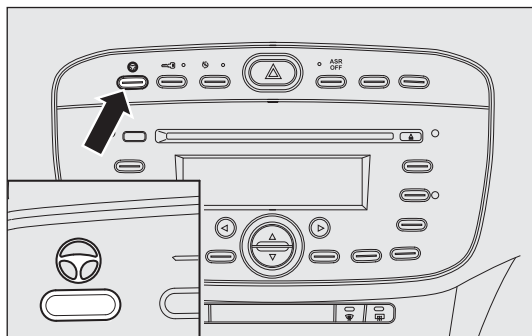

fig. 117
- dalla illuminazione della scritta CITY sul pulsante, dopo la pressione dello stesso fig. 117.